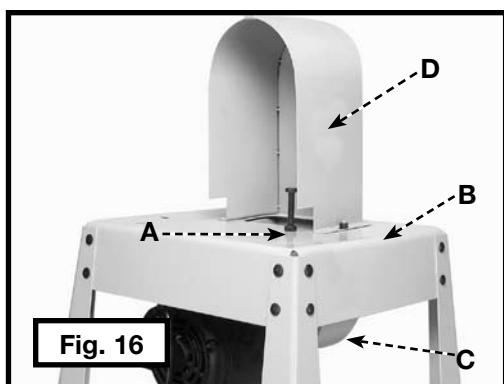
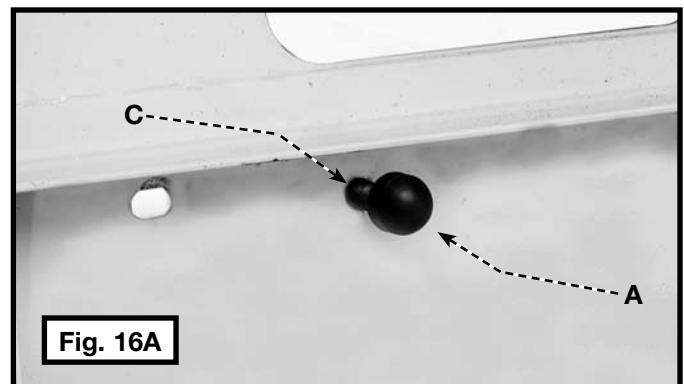

Fig. 16
Fig. 16A
26. Visser la vis à tête hexagonale dans le trou (A) fig. 16, du dessus du socle. Mettre le capuchon amortisseur (A) fig. 16A, sur extrémité filetée de la vis (C).